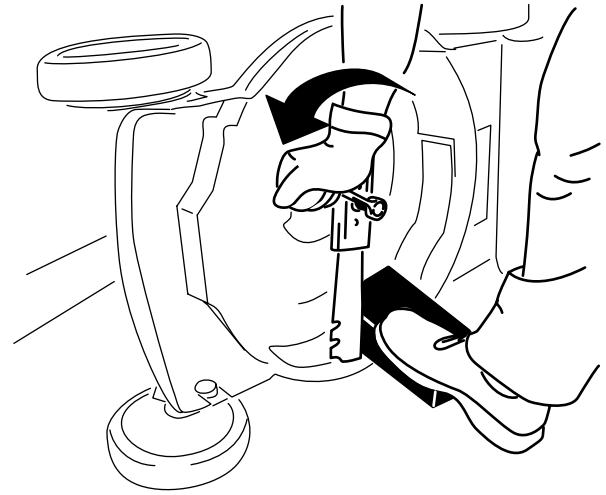

Figura 17
2. Utilice un bloque de madera para inmovilizar la cuchilla (Figura 17).
3. Retire el perno de la cuchilla y la cuchilla; guarde el perno de la cuchilla (Figura 17).